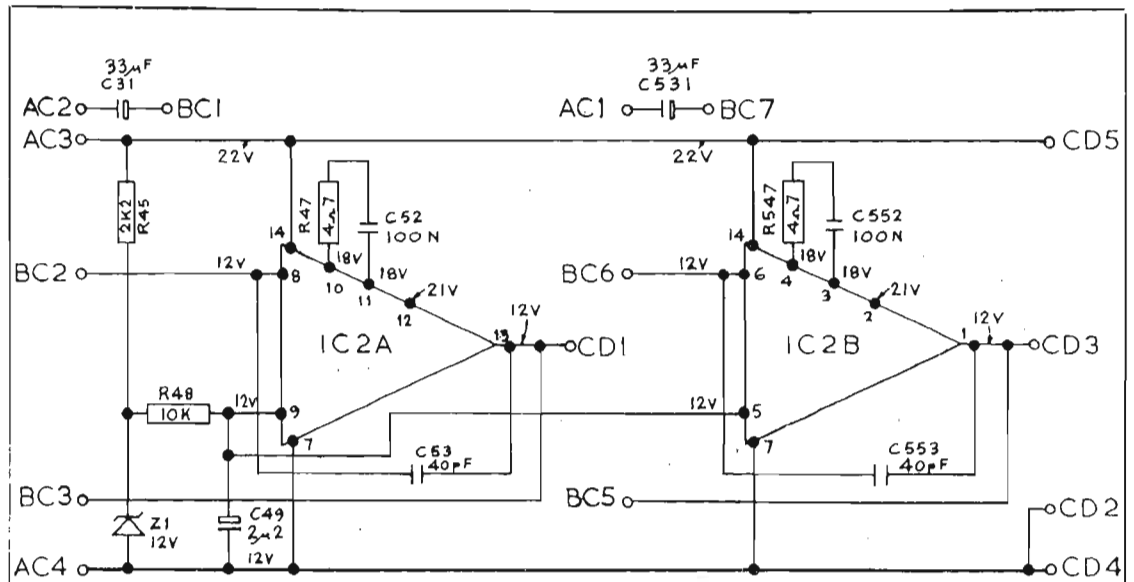

Fig. 4
Afin d'obtenir le maximum d'efficacité de ce circuit correcteur il est en fait inséré dans le circuit de contre-réaction d'un autre étage préamplificateur équipé d'un circuit intégré, entre les cosses (8) et (13) du schéma de principe de la figure 4. Sur ce même circuit, d'autres corrections sont prévues notamment au niveau des cosses (10) et (11).